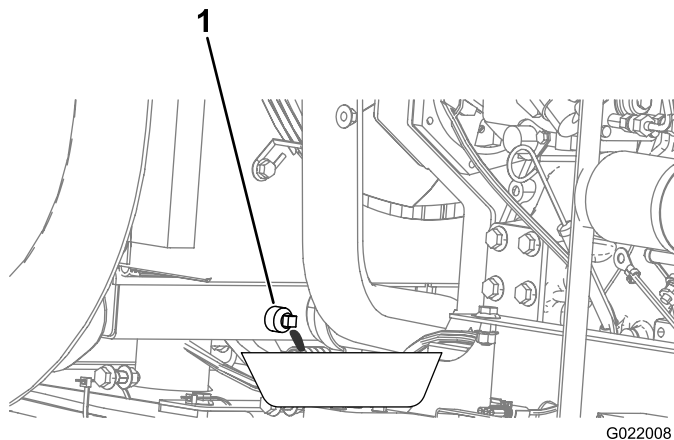

Рисунок 102
5. Подставьте под сливную пробку сливной поддон (Рисунок 102).
8. Закройте пробку сливного отверстия (Рисунок 102).
- C. Закройте пробку сливного отверстия (Рисунок 102).
- Н. Закройте пробку сливного отверстия (Рисунок 102).